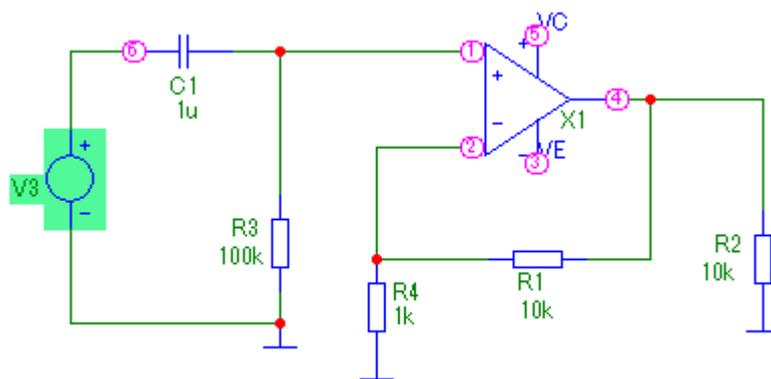

Рис.1
- рис.1;
6. При исследовании схемы, изображенной на рис.1, возможны следующие результаты моделирования: